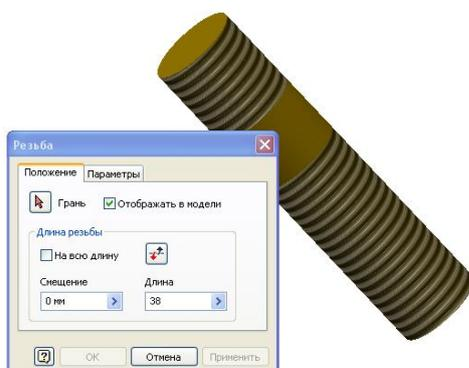

Рис. 4.4. Создание резьбы на концах шпильки
6. Аналогично постройте резьбу на гаечном конце шпильки длиной $l_0 = 38$ мм (рис. 4.4).